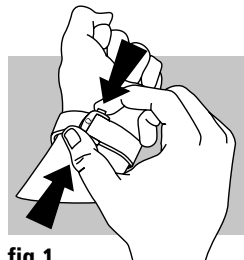
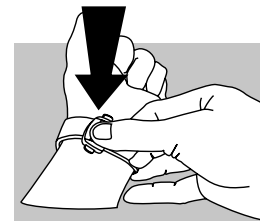

fig. 1
fig. 2
Openen (fig. 1): druk op de 2 drukknoppen aan weerszijden van de gesp en trek deze naar boven.
Sluiten (fig. 2): Plaats uw OMEGA horloge om uw pols en maak de gesp vast tot u een klik hoort.
Openen (fig. 1): om de sluiting te openen, op de 2 knopjes drukken die zich aan beide kanten van de OMEGA gesp bevinden en omhoog trekken.
Lengte aanpassen (fig. 2): druk op de 'PUSH'-knop in de richting van de pijl (A), terwijl u het lipje heen en weer beweegt om het los te maken (B). Schuif het lipje in de gewenste positie onder het klepje (C). Druk op het beweegbare deel om het te vergrendelen, waarbij u ervoor zorgt dat het gaatje zich recht tegenover het pinnetje bevindt om het lipje niet te beschadigen (D). Probeer of het horloge past en herhaal de procedure indien nodig.
Openen (fig. 1): Druk op de twee drukknoppen aan weerszijden van de sluiting en trek deze naar boven.
Sluiten (fig. 2): Plaats uw OMEGA horloge om uw pols en maak de sluiting vast tot u een klik hoort.
Openen (fig. 1): druk op de 2 drukknooppn aan weerszijden van de sluiting en trek deze naar boven.
Sluiten (fig. 2): plaats uw OMEGA horloge om uw pols, doe de band in de gleuf en bevestig de sluiting tot u een klik hoort.
De Bullhead kroon vastdraaien: om de Bullhead kroon vast te draaien, moet de kroon zo worden gedraaid dat de zwarte markering naar boven wijst (fig. 1). Druk de kroon vervolgens in en draai deze 90° naar rechts (fig. 2).
Om een rubberen band te verwijderen (fig. 1): schuif de knop naar beneden en haal de band tussen de nokjes uit om deze te verwijderen van de horlogekast.
Om een stalen band te verwijderen (fig. 2): druk op de knop en haal de band tussen de nokjes uit om deze te verwijderen van de horlogekast.